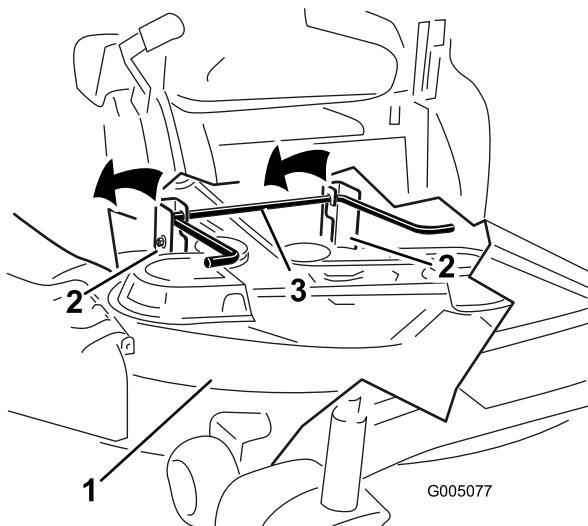

Bild 68
5. Heben Sie das Mähwerk und die Hängeprofile über die hintere Hubstange und senken Sie das Mähwerk vorsichtig auf den Boden ab (Bild 68).
5. Heben Sie das Heck des Mähwerks an und führen Sie die Hängeprofile über die hintere Hubstange (Bild 68).